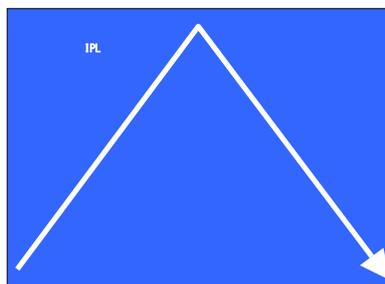

図 2-6-2. セーフモードへの移行手順
- ② オープニング画面の色が青色になりましたら、10 秒以内に図 2-6-2 のように画面をなぞってください。